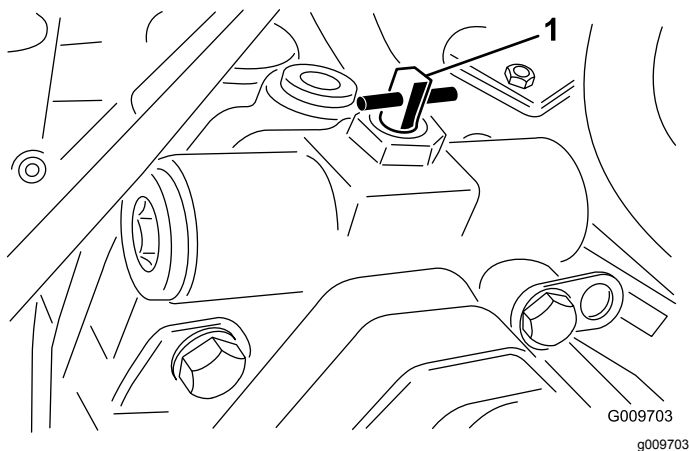

Figura 19
2. Girate la valvola di 90° (1/4 di giro) in qualsiasi direzione per aprirla e consentire all'olio di bypassare internamente (Figura 19). Dal momento che il fluido viene bypassato, potete spostare il trattore senza danneggiare la trasmissione. Notate la posizione della valvola durante l'apertura o la chiusura.